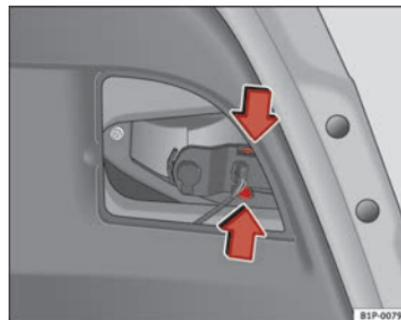

Fig. 172 Smontaggio del portalampane
- Rimuovere il portalamпада premendo sulle linguette di fissaggio ed estrarlo all'esterno ⇒ fig. 172.